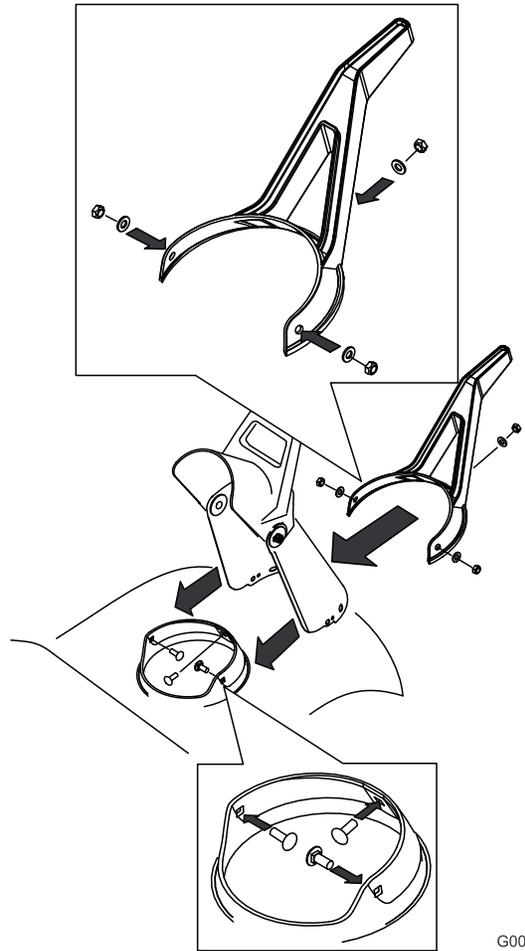

Figure 27
3. Retirez les trois vis de fixation de la goulotte, ainsi que les vis qui fixent son joint, puis déposer la goulotte (Figure 27).